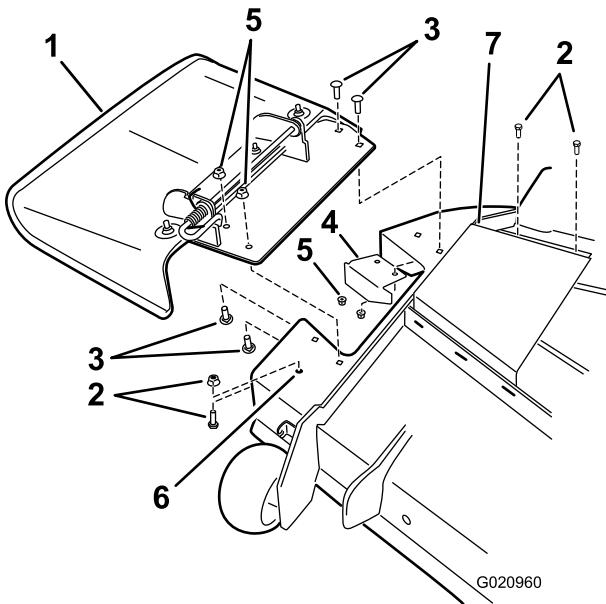

Figure 1
2. Desserrez les boulons du couvercle de courroie droit (Figure 1).
4. Enlevez les fixations qui retiennent le déflecteur et le déflecteur d'ouverture existant sur le tablier (Figure 1). Conservez toutes les fixations.
5. Pour les tabliers de coupe de 137 cm (54 po) seulement, retirez les fixations qui occupent le trou avant (Figure 1).